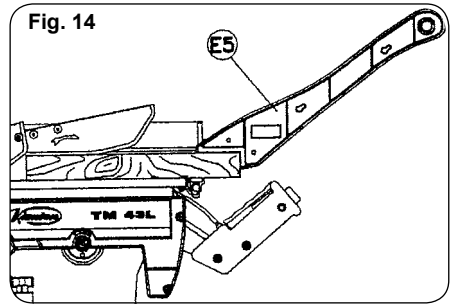

Fig. 14
- Используйте нажимную рукоятку E5 (рис. 14)